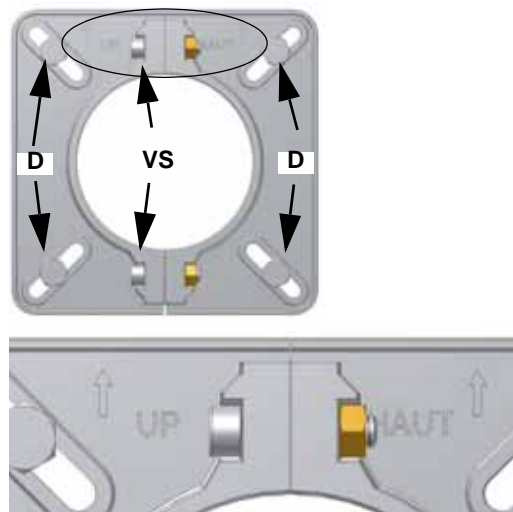

Рис. 5
- 4 согласно ссылки, данной на Рис. 5, закрепить фланец к шпилькам котла с помощью гаек **D**, не затягивая их полностью;